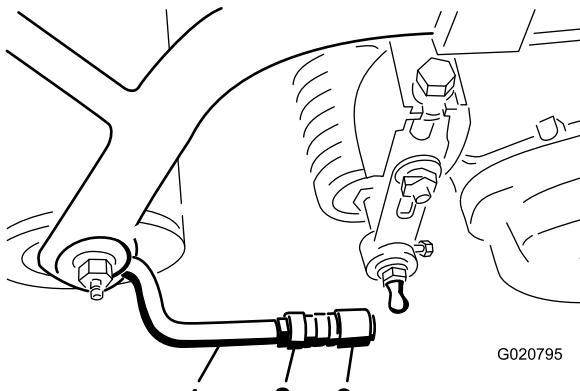

Figura 9
5. Alinee las rótulas de las juntas de manera que la cara abierta de la rótula esté centrada respecto a la bola del espárrago, y apriete las contratuerca para fijar la posición de las rótulas (Figura 9).